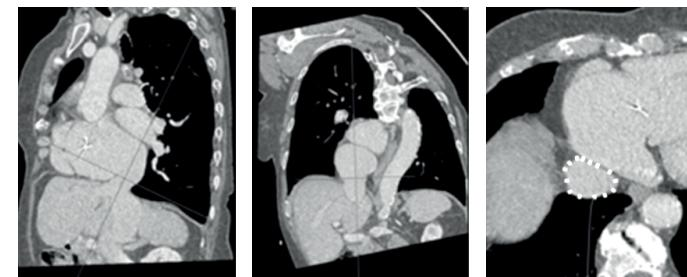

Abbildung 9:
1. Der Mittelpunkt der Schnittlinie wird auf den Messpunkt gesetzt. Dies wird jeweils für die 3 Ebenen, die im 3D MPR-Bildschirm angezeigt werden, wiederholt (Abbildung 9)